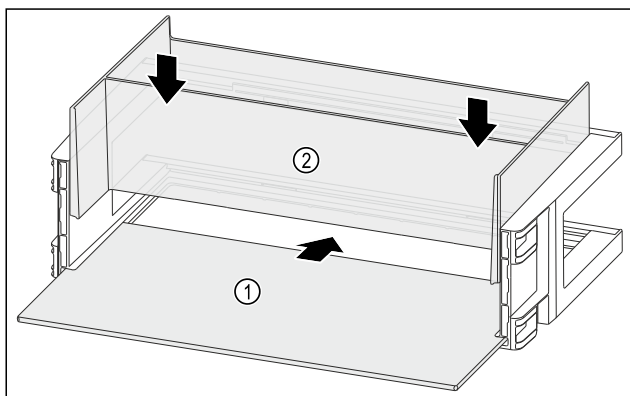

Fig. 119
- Wsunąć półkę Fig. 119 (1) w boczne wycięcia.
- Włożyć organizer Fig. 119 (2).